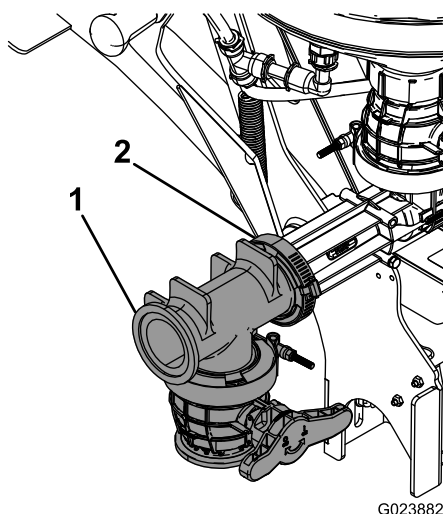

Bild 16
13. Schließen Sie das T-Ventil mit einer Dichtung und einer Wurmschraubenklemme am Ejektor an (Bild 16).